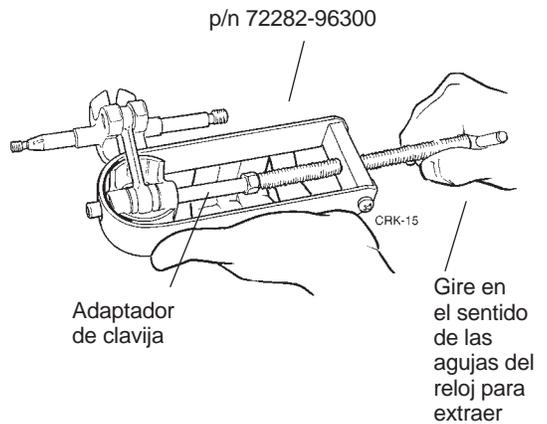

Figura 7.7 Extracción del pasador del pistón
Paso 2. Presione el pasador del pistón a través del pistón girando el tornillo del extractor de pasadors en el sentido de las agujas del reloj como se muestra en la figura 7.7